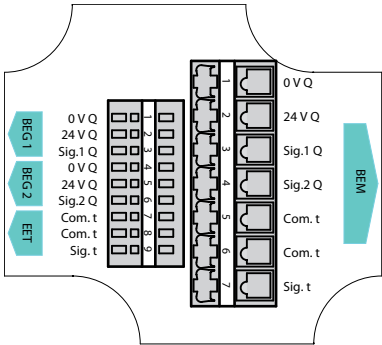

Abb. 5 Anschlussschaltbild Anschlussdose
2. Verkabelung der Impulsgeber und des Temperatursensors durch die Kabelverschraubungen **10** in der Anschlussdose vornehmen. Dabei Anschlusschaltbild beachten, siehe Abb. 5, Seite 35.